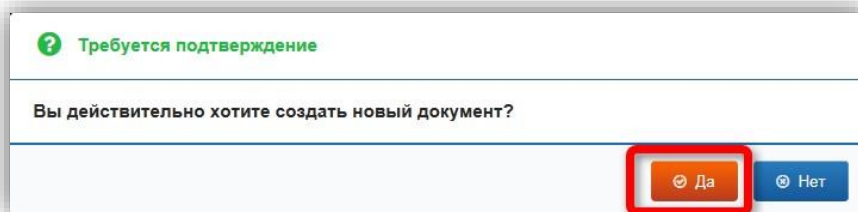

Рисунок 159 – Подтверждение создания документа
- В появившемся окне нажмите кнопку «Да», чтобы подтвердить создание документа (рис. 159).